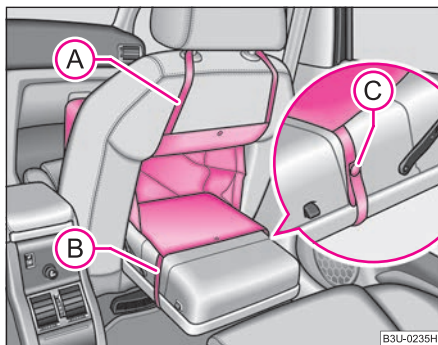

Fig. 61 Scaunul pasagerului dreapta: Husa pentru scaun
- Trageți centura (A) prin deschizătura din scaunul pasagerului și treceți-o peste tetieră ⇒ fig. 61.
- Trageți centura (B) pe sub suportul rabatat și asigurați-o cu butonul (C).